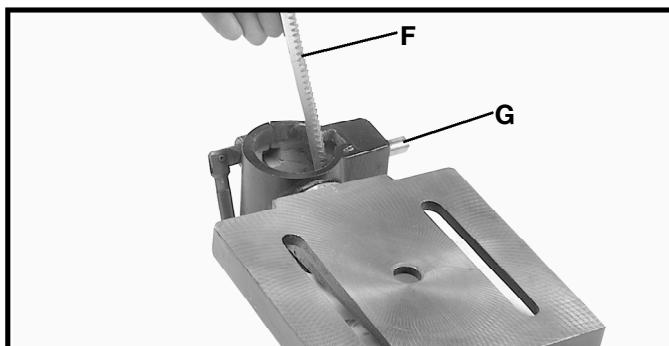

Fig. 6
3. Insérer la crémaillère (F, fig. 6) déposée à l'**ÉTAPE 1**, dans la rainure du support de la table tout en s'assurant que les dents de la vis sans fin (G), située à l'intérieur du support de la table, sont engagées avec celles de la crémaillère (F).